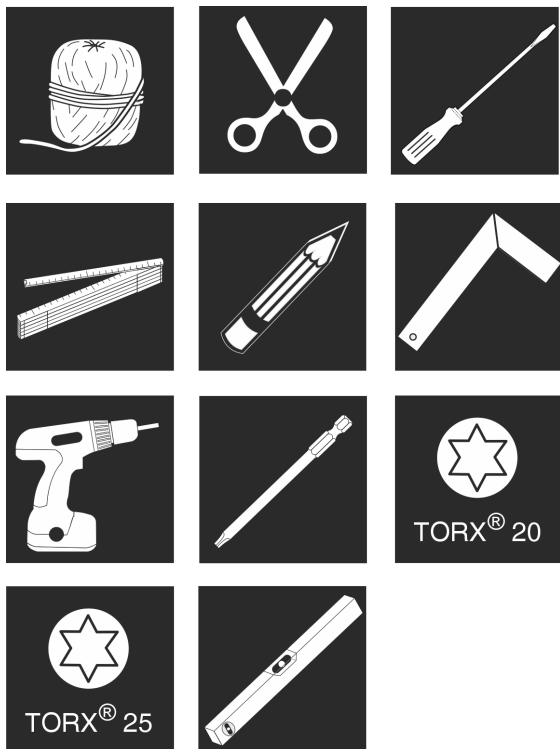

Fig. 8
1. Подготовка инструмента. Fig. 8 ()